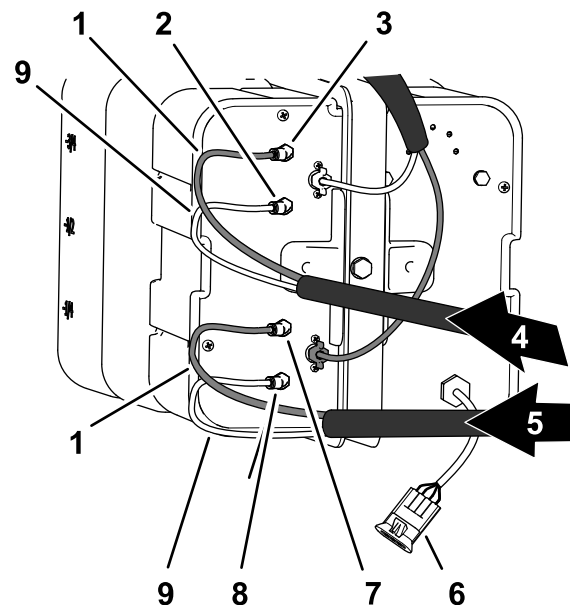
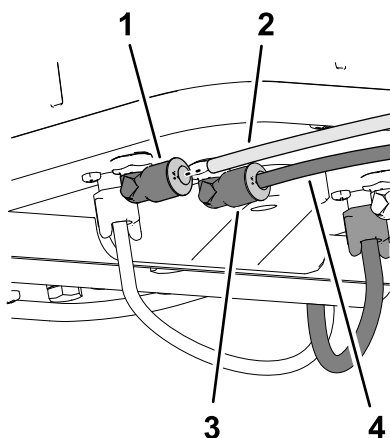

Рисунок 141
Рисунок 142
1. Проложите пенные трубки для правой стрелы, как показано на Рисунок 141.
2. Вставьте прозрачную трубку в штуцер для воздуха на боковой пластине компрессора (Рисунок 141 и Рисунок 142).
3. Вставьте синюю трубку в штуцер для жидкости на боковой пластине компрессора (Рисунок 141 и Рисунок 142).
4. Проложите пенные трубки для левой стрелы, как показано на Рисунок 141.
5. Вставьте прозрачную трубку в штуцер для воздуха на боковой пластине компрессора (Рисунок 141 и Рисунок 142).
6. Вставьте синюю трубку в штуцер для жидкости на боковой пластине компрессора (Рисунок 141 и Рисунок 142).